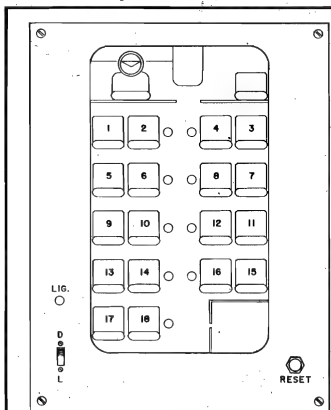

Fig.17
- FIG. 17 - CENTRAL DE QCP PARA HOTÉIS, ESCOLAS, HOSPITAIS, FIRMAS, ETC. - Parece-nos a mais óbvia solução (que pode - como foi dito - receber diversas variações, a critério de cada um...), com um painel inclinado, com fácil visualização não importando se o operador está em pé ou sentado... Os LEDs indicadores podem ser dispostos obedecendo a "linhas" e "colunas", devidamente etiquetados ou legendados (com o número ou "nome" dos quartos, salas ou pontos de chamada a serem identificados...). No mesmo painel frontal podem ficar o botão de RESET, a chave "liga-desliga" e o LED piloto da alimentação... Numa das laterais (ou mesmo na traseira) pode ser instalado,